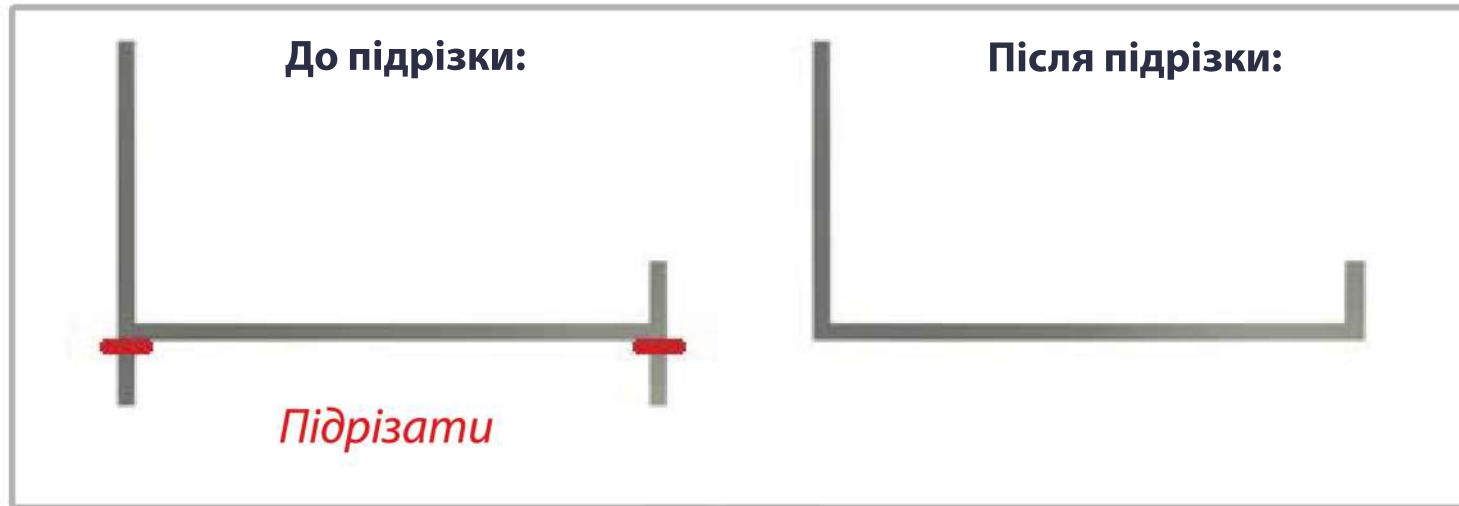

Рис. 8
1. Зрізати дві грані "Н"-подібного профілю (Поз. 1), як показано на Рис. 8.